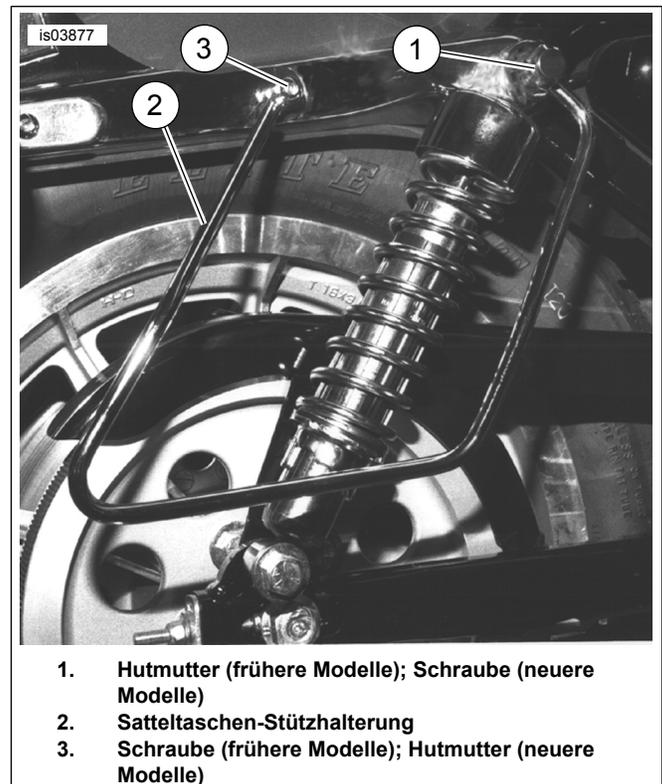

Abbildung 2. Einbau der Stützhalterung für weiche Satteltaschen
3. Siehe Abbildung 2. Die vorderste Original-Halbrundkopfschraube und Mutter (an 3) von der Schutzblechstützenabdeckung entfernen. Die Schraube entsorgen aber die Mutter für den späteren Einbau aufheben.
3. Siehe Abbildung 2. Die vorderste Original-Halbrundkopfschraube und Mutter (an 3) von der Schutzblechstützenabdeckung entfernen. **An Modellen von 2000 bis 2003** die Schraube entsorgen, aber die Mutter zum späteren Einbau aufheben. **An Modellen ab 2004, AUSSER XL 1200N**, die Schraube und Mutter entsorgen. **An XL1200N-Modellen** die Schraube entsorgen, aber die Mutter zum späteren Einbau aufheben.